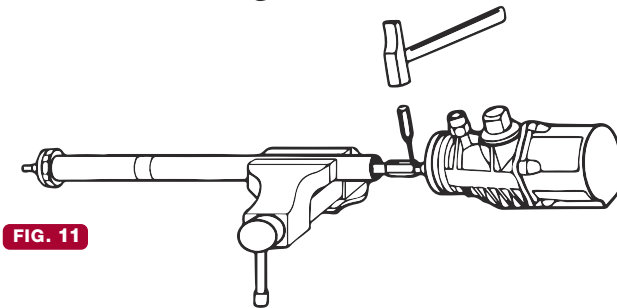

FIG. 11
5. Remove the pin (25) situated in the upper part of the union nut (fig. 11) and unscrew the air motor body from the suction tube assembly.
5. Ta bort låspinnen i övre delen av kopplingsmuttern (fig 11.) och skruva bort luftmotorn från det kompletta pumpröret.